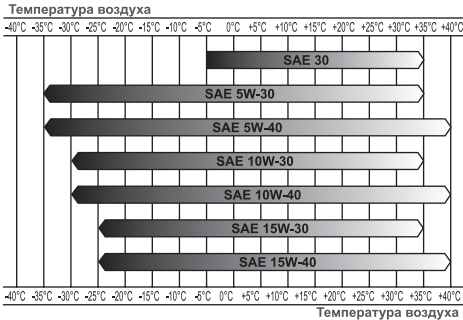

Рис.15 Таблица выбора моторного масла
*Нельзя применять масло для двухтактных двигателей. Рекомендуется применять моторное масло для четырехтактного бензинового двигателя категории SE и SF по системе классификации API. Вязкость масла по классификации SAE выбирается в зависимости от температуры окружающего воздуха, при которой будет работать снегоуборщик. При выборе вязкости масла пользуйтесь таблицей, показанной на Рис. 15.*